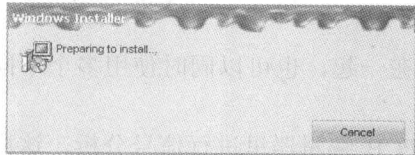

图 1-2 准备安装界面
(1) 解压 Protel_DXP_2004.iso 文件, 产生 Protel_DXP_2004 文件→用鼠标双击 Protel_DXP_2004 安装程序 (Setup 文件), 启动安装程序→弹出准备安装界面, 如图 1-2 所示→数秒后弹出 Protel DXP 2004 初始安装界面, 如图 1-3 所示。